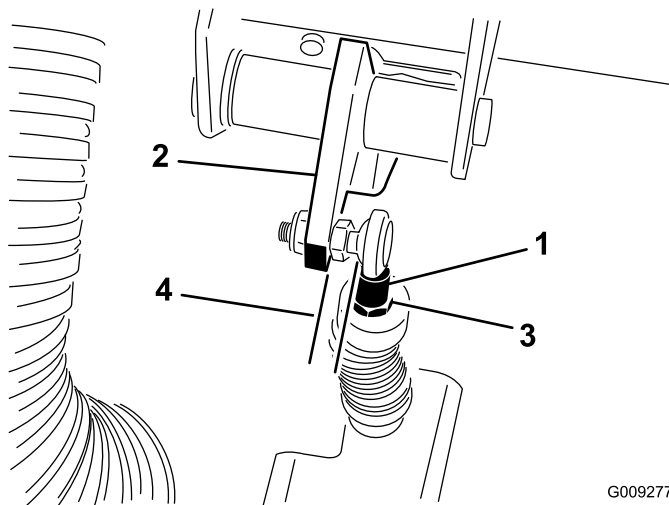

Figura 66
**Importante:** Certifique-se que a extremidade da barra está posicionada firmemente na esfera, sem torcer, e permanece paralela ao pedal de embraiagem depois da porca ter sido apertada (Figura 66).